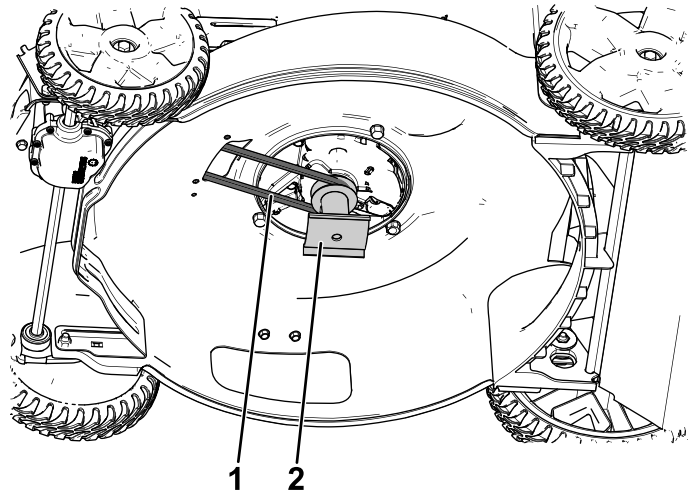

Figura 7
3. Instale la transmisión de la cuchilla y pase la correa alrededor de ella, según se muestra en **Figura 7**.